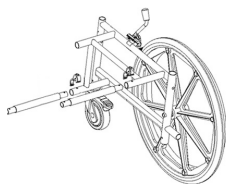

Fig.1
- Inserire i tubi di fissaggio sul telaio lato sinistro o destro, allineare i fori e inserire le C-clip come mostrato in Fig.1;